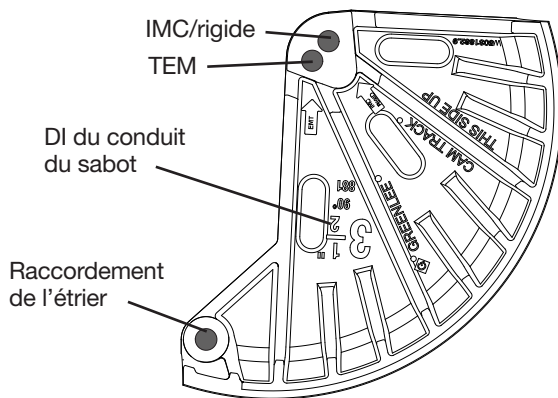

Figure 9
11. Disposer le sabot entre les fourches de connexion de manière à ce que la connexion de l'étrier soit à gauche. Aligner la chape avec la connexion TEM ou IMC/rigide sur le sabot en fonction du type de conduit à cintrer. Introduire la broche de chape dans l'étrier et le sabot jusqu'à ce que les bascules se déploient complètement de l'autre côté. (Fig. 9)